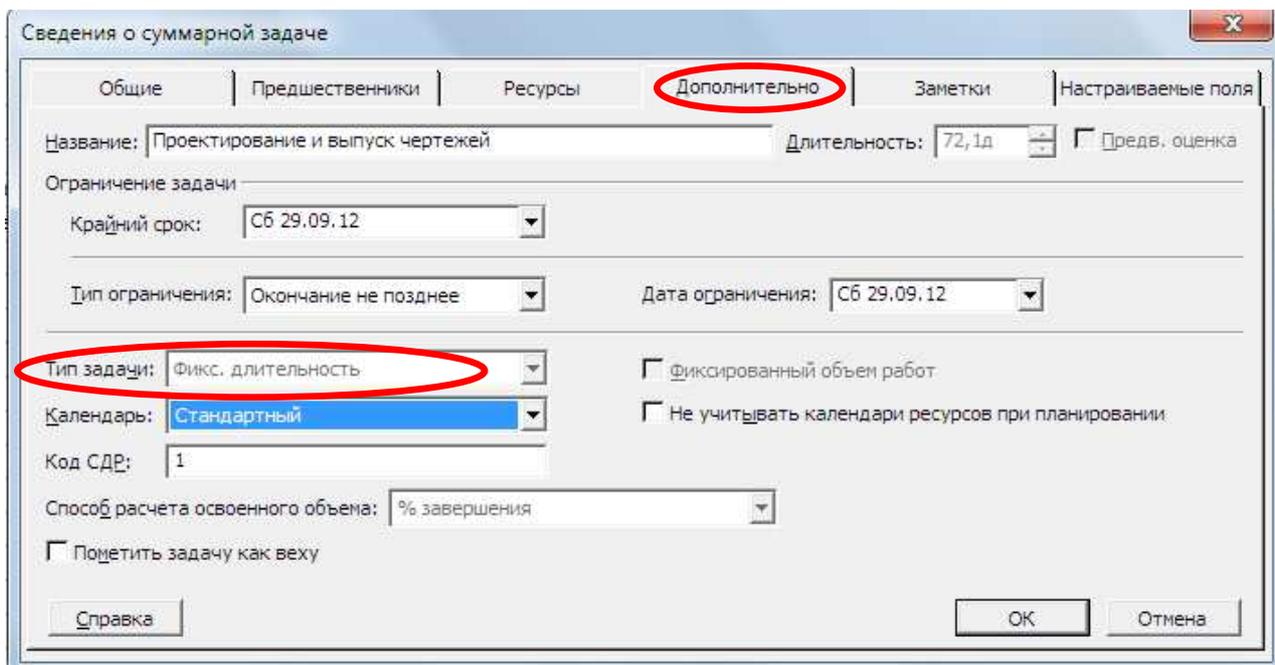

Рис. 8 – Вид диалогового окна **Сведения о задаче** (Дополнительно)
- *Тип задачи* устанавливается на вкладке *Advanced* (**Дополнительно**) диалогового окна *Task Information* (**Сведения о задаче**) (рис. 8).